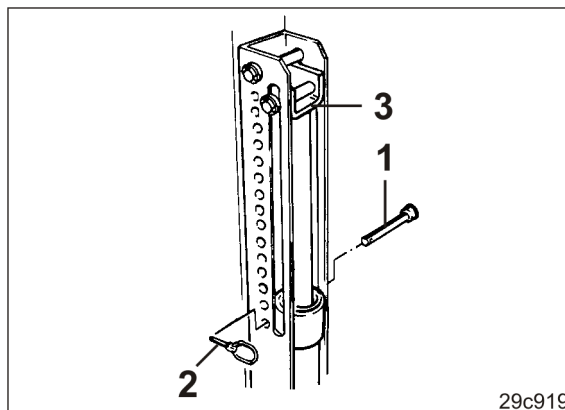

Fig. 176
3. Introduceți bolțul (Fig. 176/1) sub opritor (Fig. 176/3) într-un orificiu al grupului de orificii și asigurați-l cu șplintul (Fig. 176/2).